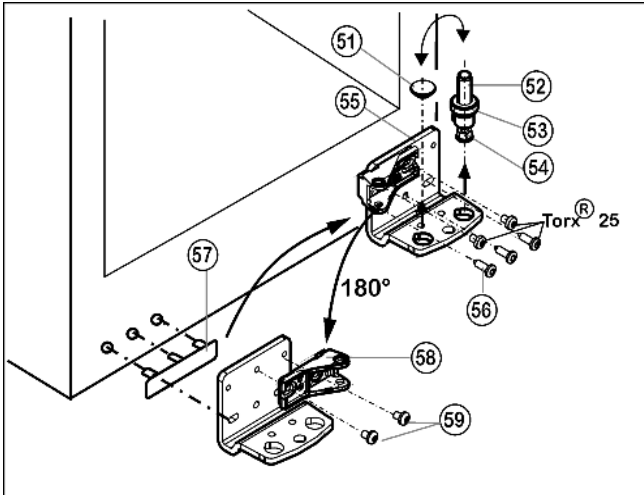

Fig. 15
- ▶ Извлеките опорный винт Fig. 15 (52) в комплекте с шайбой Fig. 15 (45) и регулируемой опорой Fig. 15 (54), вытягивая его вверх.
- ▶ Снимите пробку Fig. 15 (51).
- ▶ Открутите Fig. 15 (56) опорный кронштейн Fig. 15 (55).
- ▶ Открутите опорную деталь Fig. 15 (58) и снова прикрутите внутри с поворотом на 180°.
- ▶ Осторожно снимите и переставьте на противоположную сторону крышку со стороны ручки Fig. 15 (57).
- ▶ Снова прикрутите нижний опорный кронштейн Fig. 15 (55) на новой стороне шарнира (с моментом 4 Нм). При необходимости используйте аккумуляторный шуруповерт.
- ▶ Переставьте пробку Fig. 15 (51) в свободное отверстие.
- ▶ Вновь установите опорный винт Fig. 15 (52) в комплекте с шайбой и регулируемой опорой. При этом фиксатор должен быть направлен назад.
- ▶ Установите дверь сверху на опорный палец Fig. 15 (52).